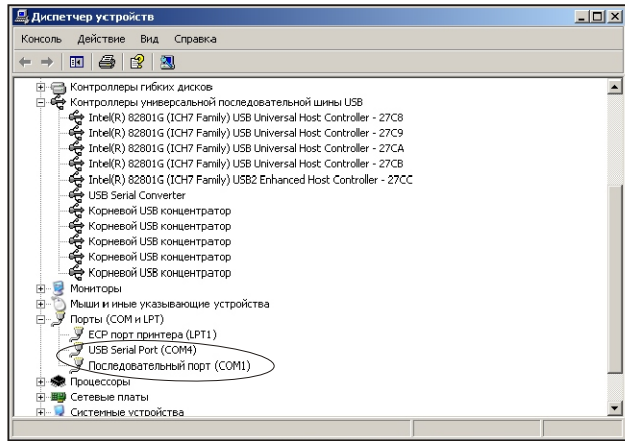

Рис. 3.15
- ◆ Настройки адаптера можно посмотреть в Диспетчере устройств. (Пуск/ Панель управления/ Система/ Оборудование/ Диспетчер устройств). Рис. 3.15.